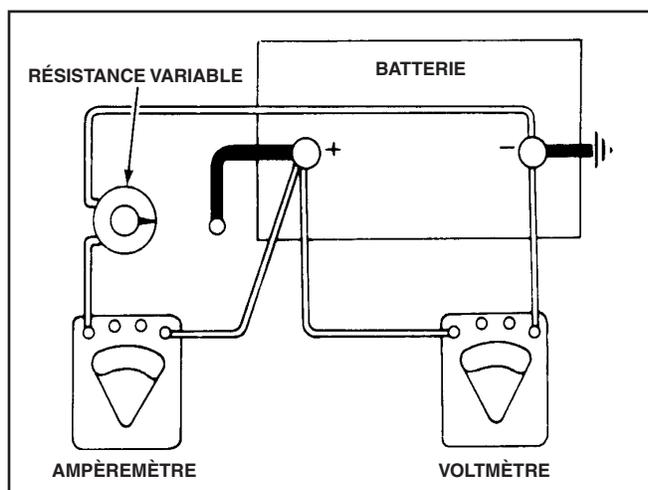

Figure 9- Montage pour l'essai de capacité de la batterie
1. Brancher le voltmètre, l'ampèremètre et la résistance de charge variable, tel qu'illustré en Figure 9.